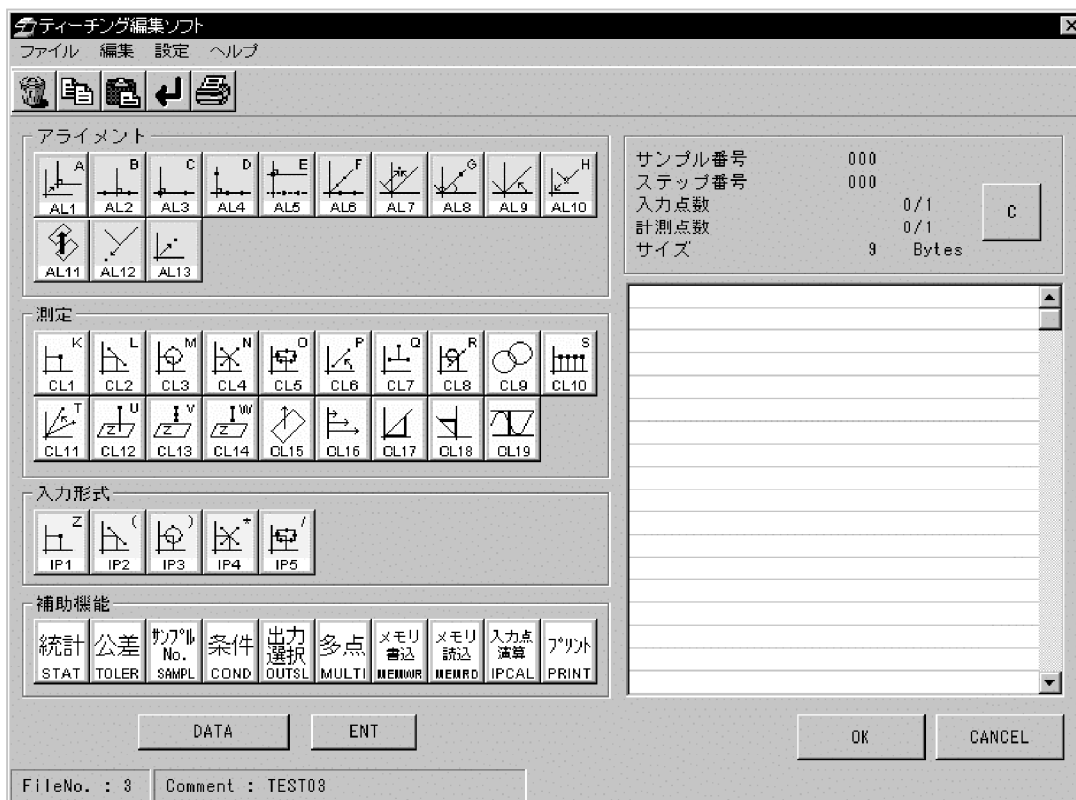

図 2-6
3. 作成するファイルの番号を、[リモートシステムティーチング一覧]から選択します。新規に作成するので、プログラムが存在しない番号を選択します。(コメント、日付、サイズが空白の番号を選択します。) この番号は、保存時に変更することが可能です。詳細は、「2-3-2-5章」を参照してください。選択した番号をダブルクリックし、[編集ウィンドウ] (図 2-6) を画面に表示させます。